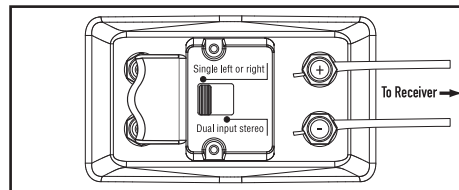

FIGURE 18
1. With the Dual Input/Single Input Switch set to "Single Left or Right" [figure 18] connect the Left OR Right speaker wire output from your receiver to accessible terminals of the Atrium65SDI.
1. Réglez le commutateur d'une Atrium65SDI à «Single Left or Right» [figure 18]. Connectez ensuite le câble de haut-parleur provenant de la sortie gauche de votre ampli/récepteur aux bornes accessibles de l'enceinte.